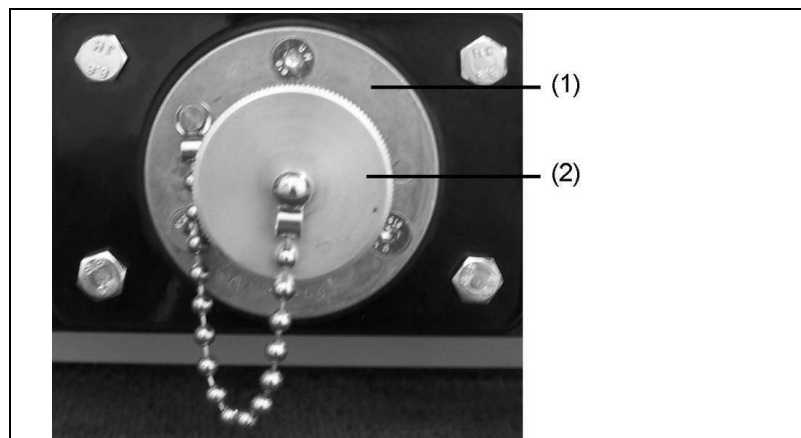

Fig. 5-8: Enchufe de conexión de 12 V de conformidad con DIN 14690
1. Desenroscar la tapa de protección (Fig. 5-8-(2)) del enchufe (Fig. 5-8-(1)) en sentido antihorario.
6. Atornillar la tapa de protección (*Fig. 5-8-(2)*) del enchufe de conexión de 12 V girando en sentido horario.
El enchufe de conexión de 12 V de conformidad con DIN 14690 (véase Fig. 5-8) proporciona, además del mantenimiento de la carga, la posibilidad de utilizar los accesorios adecuados para la tensión continua de 12 V.